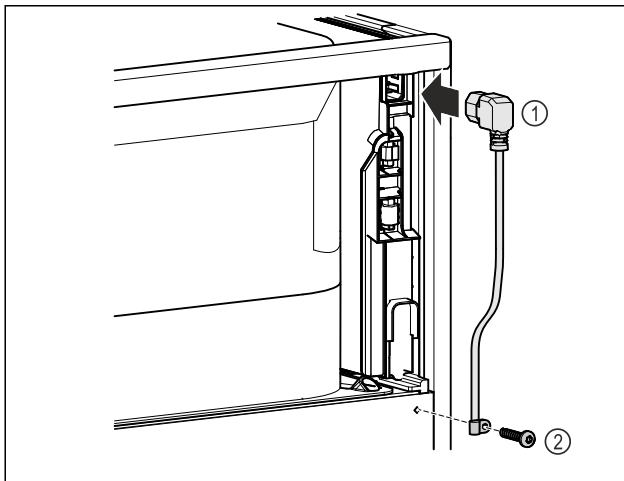

Fig. 11
- ▶ Au dos de l'appareil, brancher la prise pour appareil froid du câble d'alimentation Fig. 11 (1).
- ▶ Monter le serre-câble. Fig. 11 (2)